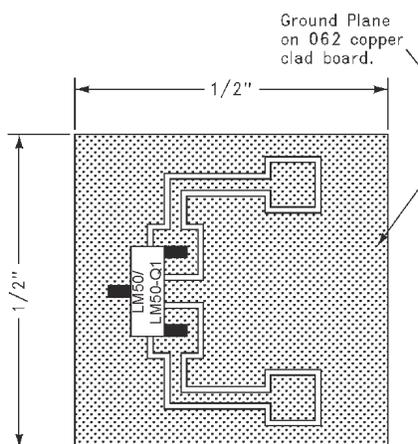

図 8-14. 熱応答曲線生成のヒートシンクに使用するプリント基板 LM50 (Legacy Chip)
- (1) 30 ゲージのワイヤにはんだ付けされた部品。
(2) 使用したヒートシンクは、図 8-14 に示すように、部品に 2 オンスのホイルを採用した 0.5 インチの正方形プリント基板です。